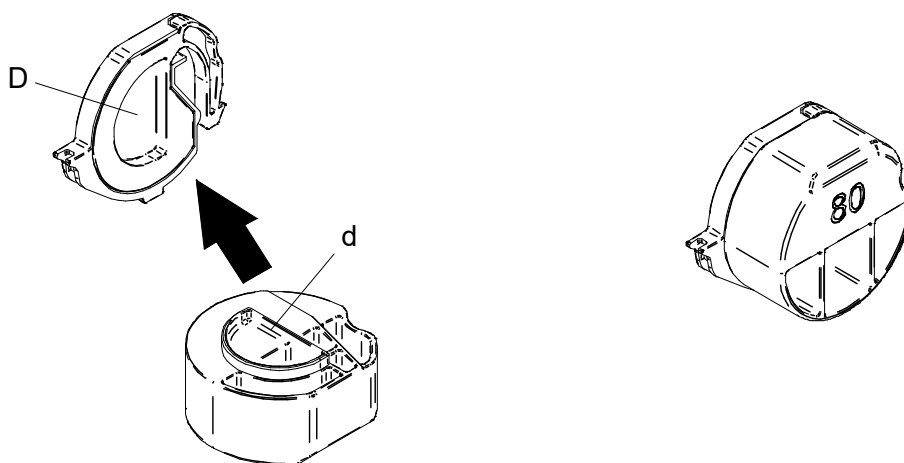

Figura 13-3 Combinazione di piastra divisoria e attacco
- (1) Spegner la stampante.
- (2) Rimuovere la batteria dalla stampante. Se l'adattatore CA è collegato, scollegare la spina CA del cavo CA dalla presa.
- (3) Premere il tasto di apertura del coperchio della carta per aprirlo.
- (4) Combinare la parte della piastra divisoria "D" con la parte dell'attacco 80 "d", come mostrato nella Figura 13-3.